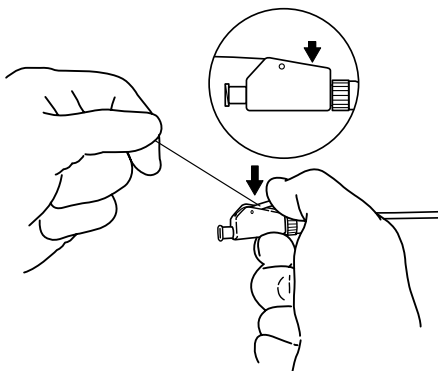

Fig. 2
- b. Håll suturen sträckt och tryck samtidigt ner låskamfliken tills ett tydligt knäpp känns av. Stentens distala ögla har nu låsts fast på plats. (**Fig. 2**)